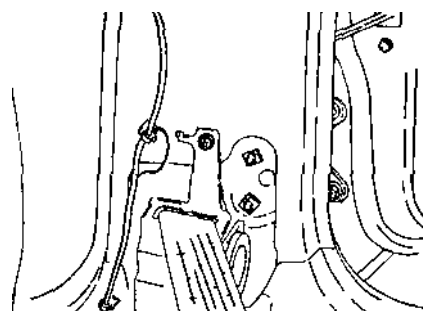

Рис. 9.4.
- Выкрутить винты крепления и снять механизм регулирования длины ремня безопасности (рис. 9.4).